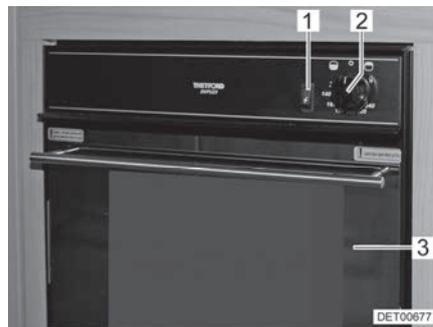
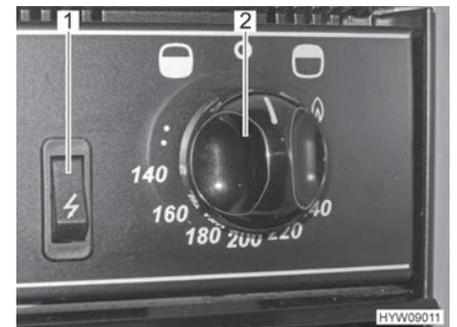

Fig. 101 Horno de gas con grill
Fig. 102 Elementos de mando (horno de gas con grill)
- Abrir la puerta del horno (Fig. 101,3) completamente.
- Pulsar y girar el regulador giratorio (Fig. 101,2 y Fig. 102,2) en sentido contrario a las agujas del reloj (en dirección del símbolo de horno "☼"), al ajuste máximo.
- Presionar el regulador giratorio (Fig. 101,2 y Fig. 102,2) y mantenerlo presionado por 5 a 10 segundos. El gas circula hacia el quemador.
- Presionar el interruptor de encendido (Fig. 101,1 y Fig. 102,1) tanto tiempo como sea necesario para que arda la llama.
- Pulsar y girar el regulador giratorio (Fig. 101,2 y Fig. 102,2) en sentido de las agujas del reloj (en dirección del símbolo de grill "☼"), al símbolo de llama.
- Girar el regulador giratorio (Fig. 101,2 y Fig. 102,2) a "O". La llama se apaga.